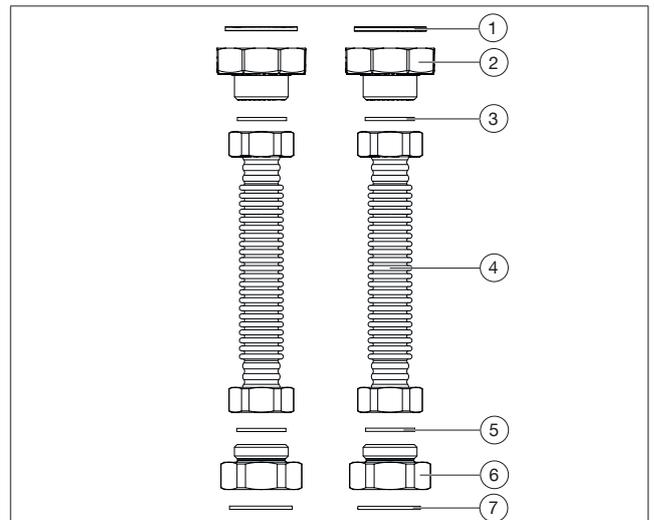
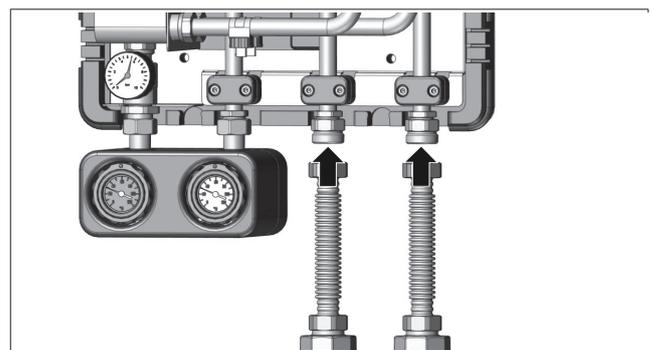

Fig. 29: Configuration du jeu de raccordement
Fig. 30: Vissage du tube de raccordement (raccordement par le bas)
2. Insérer les joints (voir Fig. 29 en page 25 (7)) dans les raccords de liaison (6).
3. Visser à la main les raccords de liaison (6) sur la sous-station.
4. Insérer les joints (3) entre les raccords de liaison (2) et les tubes annelés en acier inoxydable (4) et serrer les composants à la main.
5. Visser à la main les tubes annelés en acier inoxydable (4) sur les raccords de liaison (6). Voir Fig. 30 en page 25.
10. Serrer tous les raccords (les couples correspondants figurent dans le tableau sous Fig. 29 en page 25).